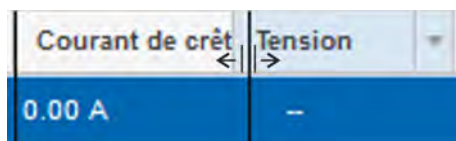

Fig. 95 : Modification de la largeur d'une colonne
3. ➔ Déplacer le curseur de la souris dans la zone située entre deux colonnes et maintenir le bouton gauche de la souris enfoncé pour modifier la largeur d'une colonne (Fig. 95).